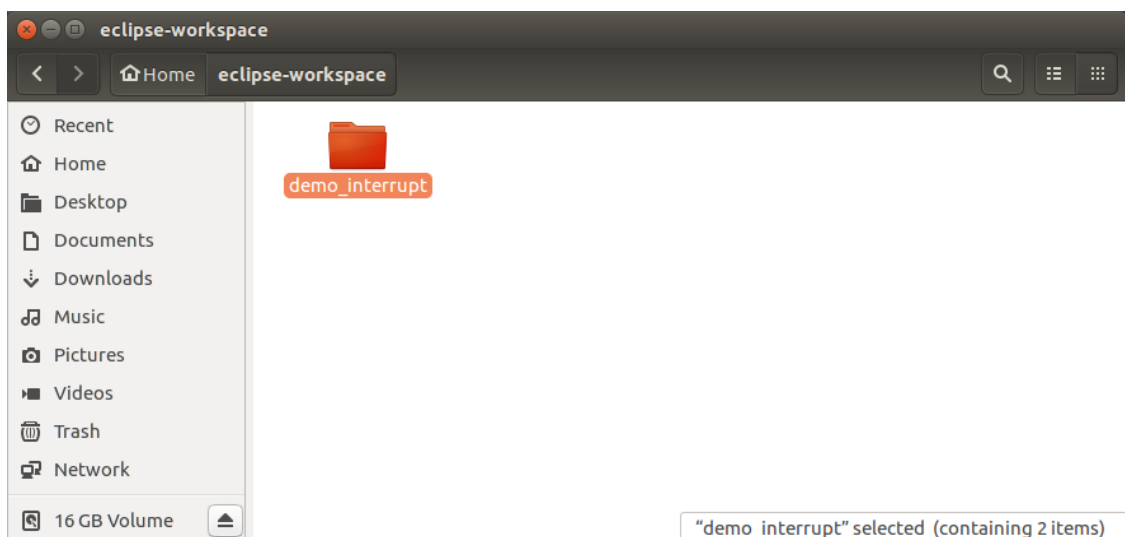

图4.2.1 修改文件名为 "demo\_interrupt"
1. 将文件夹命名由 "blinking\_LED" 修改为 "demo\_interrupt"，如图 4.2.1 所示。